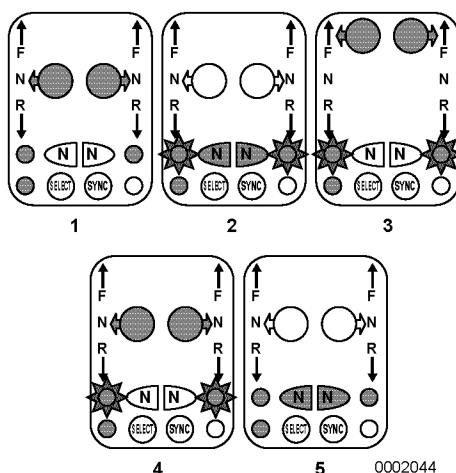

Figure 13
1. Ramenez la ou les poignées en position N (point mort). Le ou les voyants de point mort restent constamment allumés **(Figure 13, (1))**.
2. Appuyez sur le(s) bouton(s) N (point mort) **(Figure 13, (2))**. Le ou les témoins de point mort clignotent (étoile autour du ou des cercles à la **(Figure 13, (2))**).
3. Déplacez la ou les poignées vers l'accélération avant ou arrière **(Figure 13, (3))**, ce qui vous permet de contrôler le régime du moteur sans embrayer la transmission marine.
1. Ramenez la ou les poignées en position N (point mort) **(Figure 13, (4))**.
2. Appuyez sur le ou les boutons N (point mort) **(Figure 13, (5))**. Le ou les voyants de point mort restent constamment allumés **(Figure 13, (5))**.